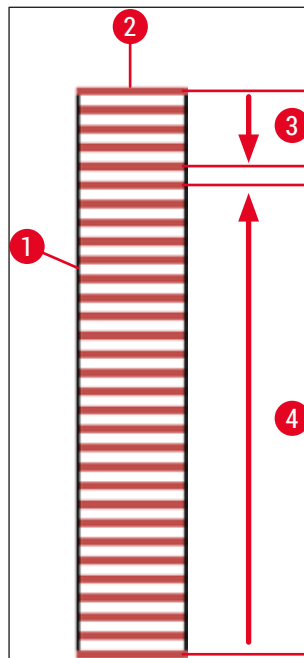

Abb. 74
Um das Austrocknen von Objekttägern während des Eindeckprozesses zu vermindern, werden immer zuerst die ersten 5 Objekttäger eingedeckt. Danach fährt der Objekttägerhalter ganz nach oben und setzt das Eindecken mit dem letzten Objekttäger im Objekttägerhalter fort (→ Abb. 74).
- Die schematische Darstellung (→ Abb. 74) eines Objektträgerhalters (→ Abb. 74-1) mit eingesetzten Objektträgern (→ Abb. 74-2) zeigt die Reihenfolge beim Eindeckprozess.